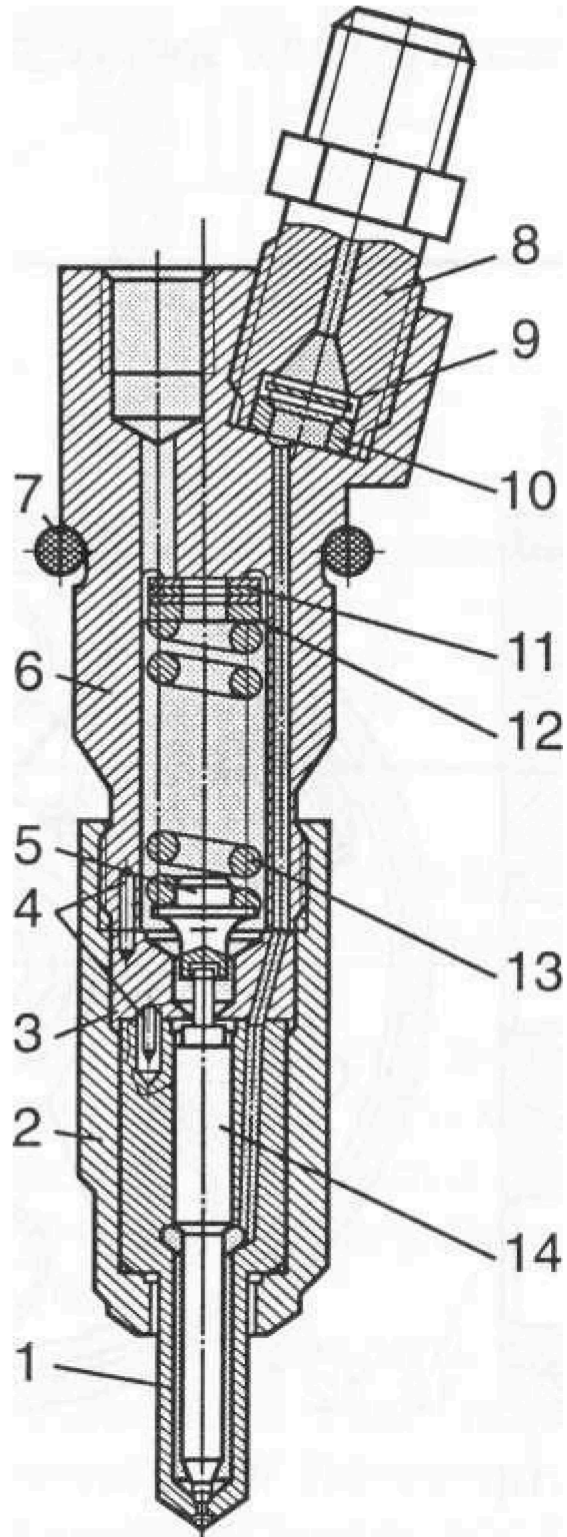

Рис. 1. Форсунка дизелів КамАЗ:
2. Розгляньте схему системи живлення двигуна. Визначте, де проходять паливо-проводи, що з'єднують паливний бак, фільтри, регулятор тиску і форсуенку (рис. 1).
Рис.1.Схема гідравлічна принципова акумуляторної системи паливopодачі: у контур низького тиску входять: 11 – паливний бак; 12 – електричний паливopідкачувальний насос; 13 – паливний фільтр; 4 – шестеренний паливopідкачувальний насос; 14 – клапан постійного тиску в магістралі зливу; 15 – датчик температури палива. 10 – радіатор для охолодження палива, контур високого тиску утворюють наступні компоненти: 1 – ПНВТ; 2 – клапан постійного тиску; 3 – клапан дозування палива; 5 – датчик тиску палива в акумуляторі; 6 – паливний акумулятор високого тиску (рампа); 7 – електромагнітний регулятор тиску палива; 8 – трубопроводи; 9 – форсунки